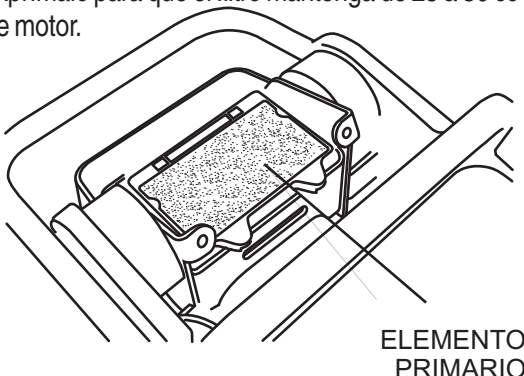

Figura 12. Filtro primario del filtro de aire
- Retire la cubierta del filtro de aire. Afloje y retire los 2 tornillos de la cubierta del ensamble del filtro de aire. Si el filtro primario (Figura 12) esta sucio, lávelo con gasolina ó keroseno. Después sumérjalo en aceite de motor (SAE10W-30) y exprímalo para que el filtro mantenga de 25 a 30 cc de aceite de motor.